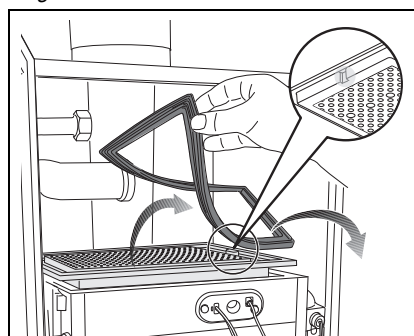

Fig. 15
- Rimontare tutto in sequenza inversa. Verificare, al reinserimento del bruciatore, che la scanalatura si trovi a destra (fig. 15, zoom).
- Voltar a montar tudo na sequência inversa. A la hora de volver a colocar el quemador, asegúrese de que la muesca se encuentre en el lado derecho (fig. 15, lupa).